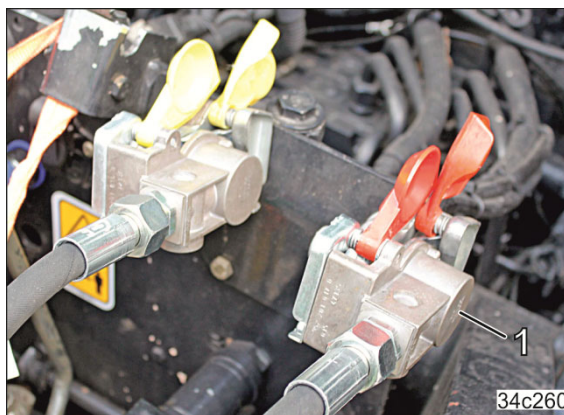

Bild 120
2. Öppna kopplingshandskarnas lock (Bild 120/1) på traktorn.
5. Sätt fast kopplingshandsken för bromsledningen (gul) i den gulmarkerade kopplingen (Bild 120/2) på traktorn enligt föreskrift.